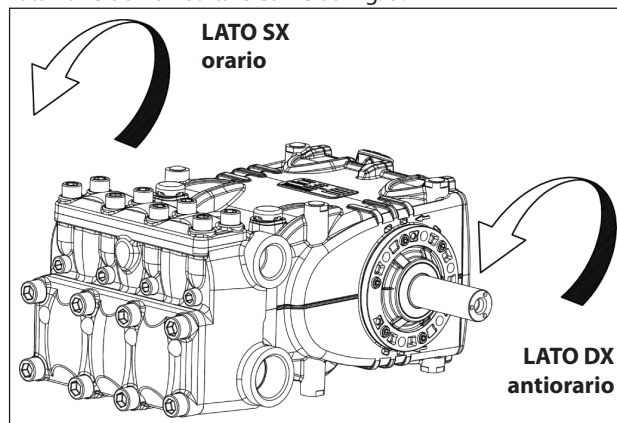

Fig. 5
Posizionandosi di fronte alla testata pompa il senso di rotazione dovrà risultare come da Fig. 5.
**N.B.** La versione riportata in Fig. 5 è Dx.